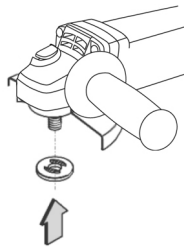

Fig. 4 – Montagem de acessório na máquina
2. Coloque o flange no eixo, Fig. 4;